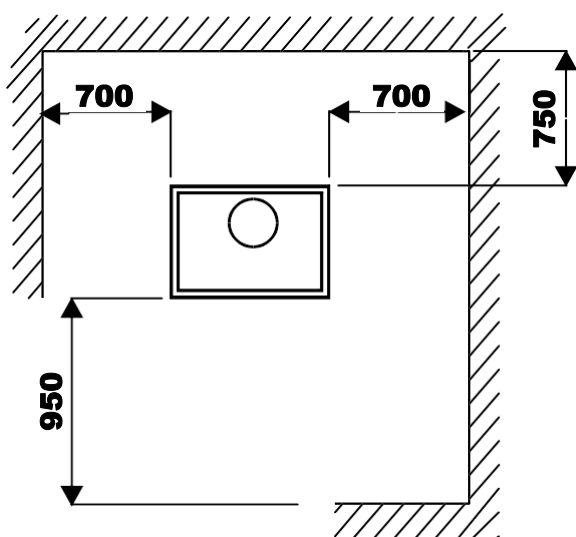

Fig. 3
- Lorsque vous installerez le poêle, tenez compte des distances de sécurité nécessaires du foyer et de la cheminée par rapport aux surfaces combustibles (parois de bois ou tapissées, sol en bois, etc.) Ces mêmes distances doivent être respectées lorsque le revêtement des parois ou des zones proches est susceptible de détérioration ou de déformation sous l'effet de la température (vernis, peintures, PVC, etc.). Fig. 3.